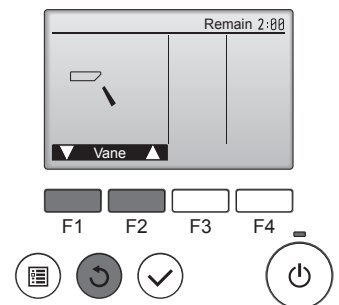

Fig. 8-4
- 2 Tryck på [VÄLJ] så att skärmbilden Bladfunktion visas, och tryck sedan på [F1] och [F2] för att kontrollera den automatiska fläktbladsfunktionen. (Fig. 8-4)